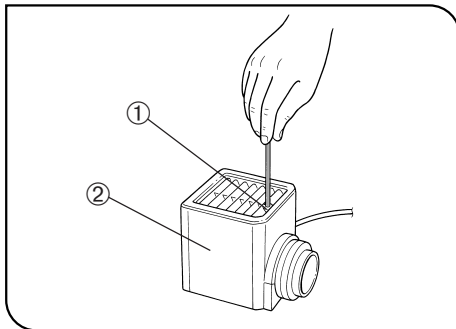

Fig. 2
(Figs 2 à 4)
5. Repositionner le boîtier de la lampe et serrer la vis de fixation ① en appuyant vers le bas. (Fig. 2)